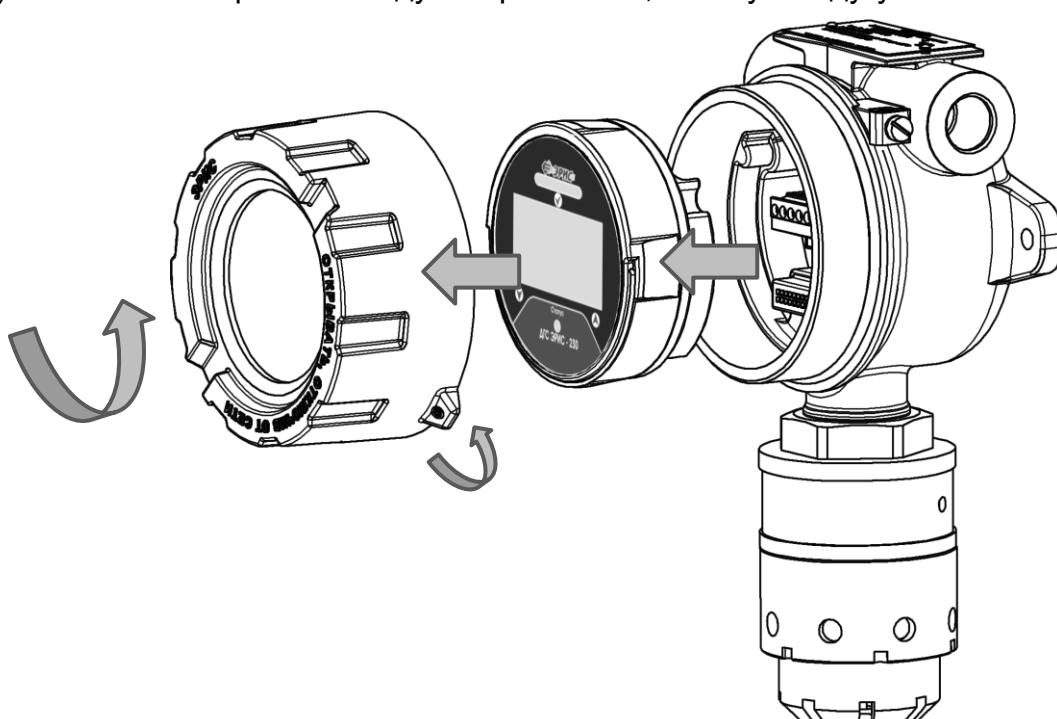

Рисунок 16 – Схема разбора ДГС ЭРИС-230
- Открутить стопорный винт в крышке газоанализатора (рис.16).